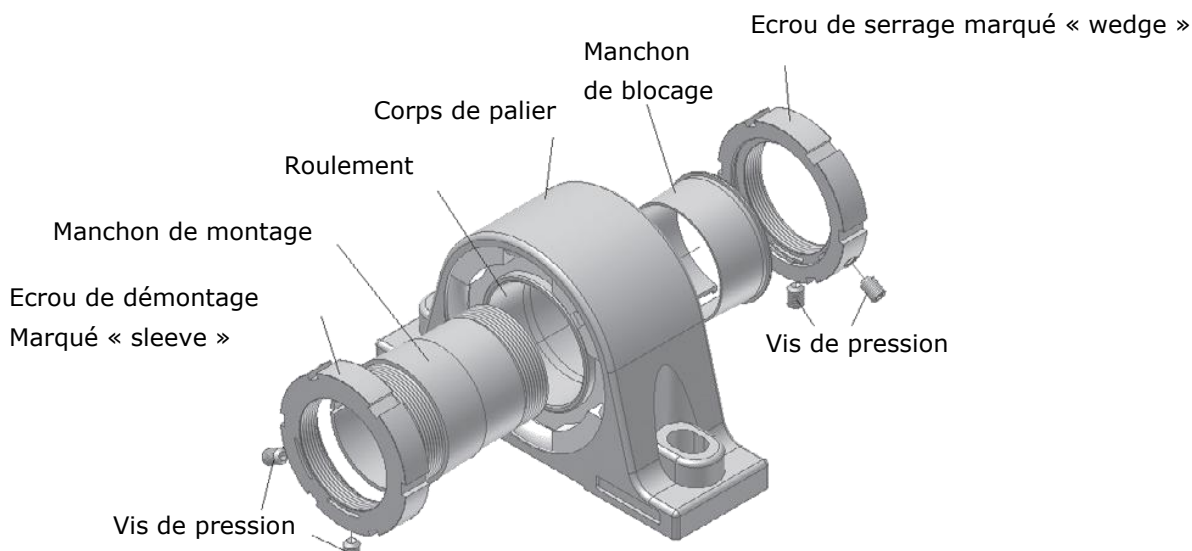

Figure 1 : Composition des paliers monoblocs du type VV-lock
- Dévissez l'écrou de serrage (voir fig 1 en bas de cette notice) pour pouvoir le retirer du manchon de montage.
- Placez les boulons de montage du palier monobloc sans les serrer. Contrôlez l'alignement du palier (fig. 1). Vérifiez si les surfaces de montage sont sur le même plan afin d'obtenir un bon alignement.